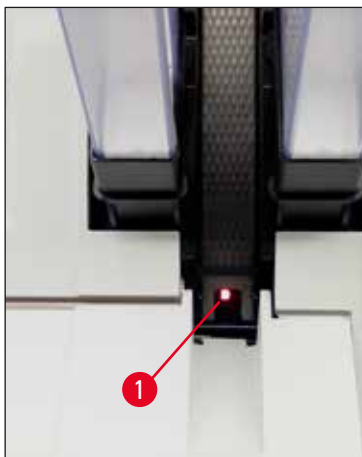

Fig. 49
- Estação de descarga (→ "Fig. 49")